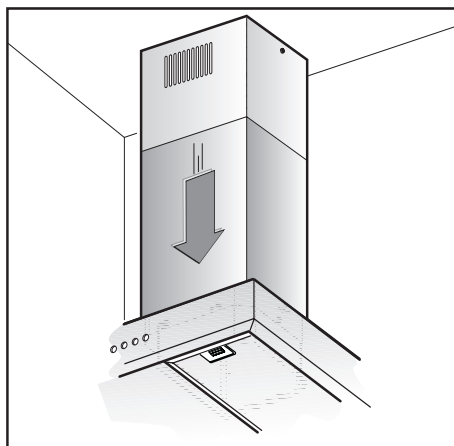

Fig.12
- Togliere il nastro adesivo **L** ed appoggiare il camino inferiore sopra il corpo cappa (Fig.12).